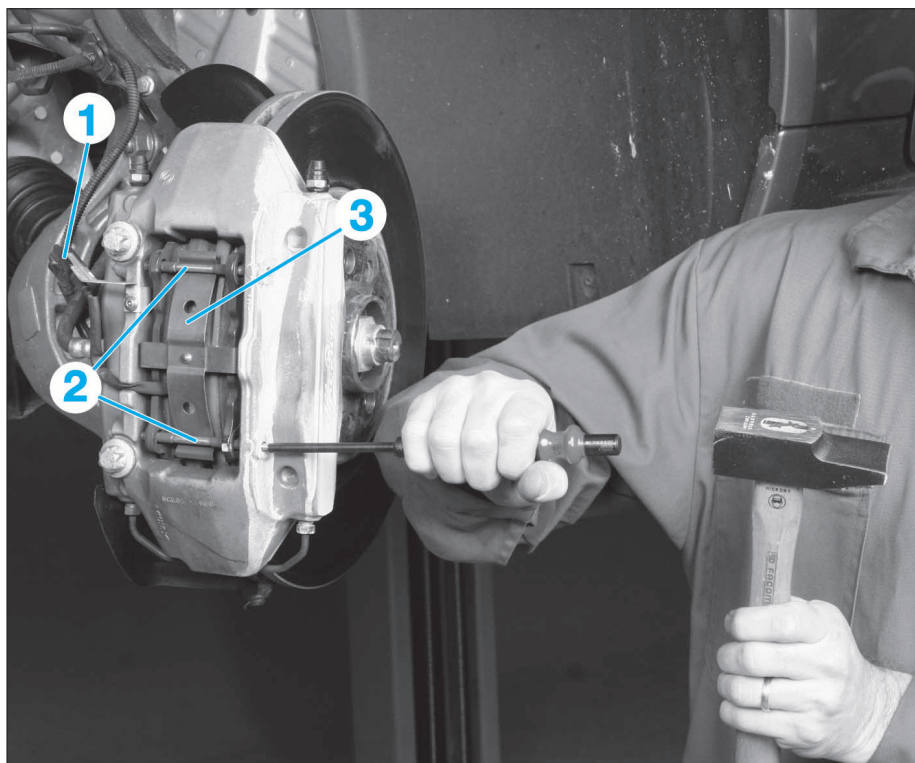

FIG. 4
- **Du côté gauche**, débrancher le connecteur (1) du capteur d'usure des plaquettes puis le déposer de son support (Fig.4).